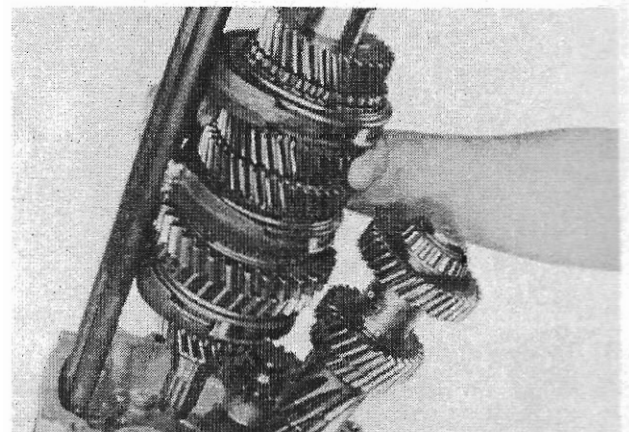

Abb. 48
- Vormontierte Hauptwelle so in die Schaltgabeln setzen, daß diese in die Schiebemuffen eingreifen (Abb. 48). Die Schaltgabeln so weit durch die Führungsbohrungen schieben, bis die Gleitsteine (607) in den mittleren der jeweils 3 Rastkerben stehen (die Hauptwelle steht dabei am Gehäusedeckel an).